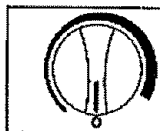

Fig. 14
- Pour arrêter le cabinet à vins (arrêt du refroidissement), tournez le bouton de commande de la température à la position «0» (OFF) (voir la Fig. 14).
- Tournez la commande en position «OFF» (0) pour couper temporairement le cycle de refroidissement. Lorsque le cabinet à vins n'est pas utilisé pendant une longue période, débranchez la prise de courant et laissez la porte partiellement ouverte.